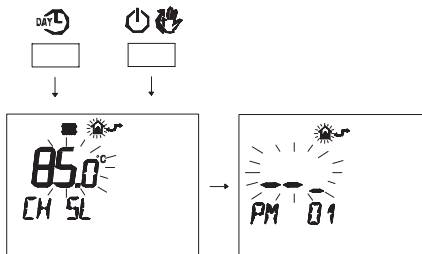

Figura 5.50
- Pulse simultáneamente los botones **DAY** y **⏸** para entrar en la modalidad de programación transparente (Figura 5.50).